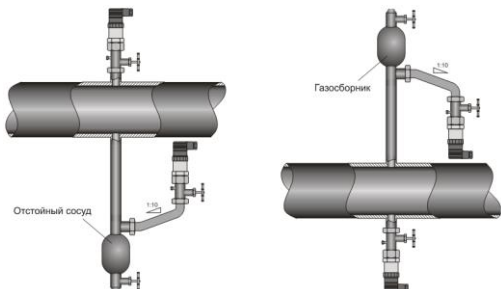

Рисунок 2. Монтаж датчика для измерения давления газа (слева) и жидкости (справа).
4.4. Механическое присоединение датчиков рекомендуется производить с ориентацией, при которой соединительная линия от места отбора давления имеет односторонний уклон ( $\geq 1:10$ ) вверх к датчику, если измеряемая среда – газ, и вниз к датчику, если измеряемая среда – жидкость (см. рис. 2.). Если это невозможно, при измерении давления газа в наивысших точках соединительных линий следует устанавливать отстойные сосуды, а при измерении давления жидкости в наивысших точках – газосборники. Отборные устройства для установки датчиков рекомендуется монтировать на прямолинейных участках, на максимальном удалении от насосов, запорных устройств, колен, компенсаторов и других гидравлических устройств.